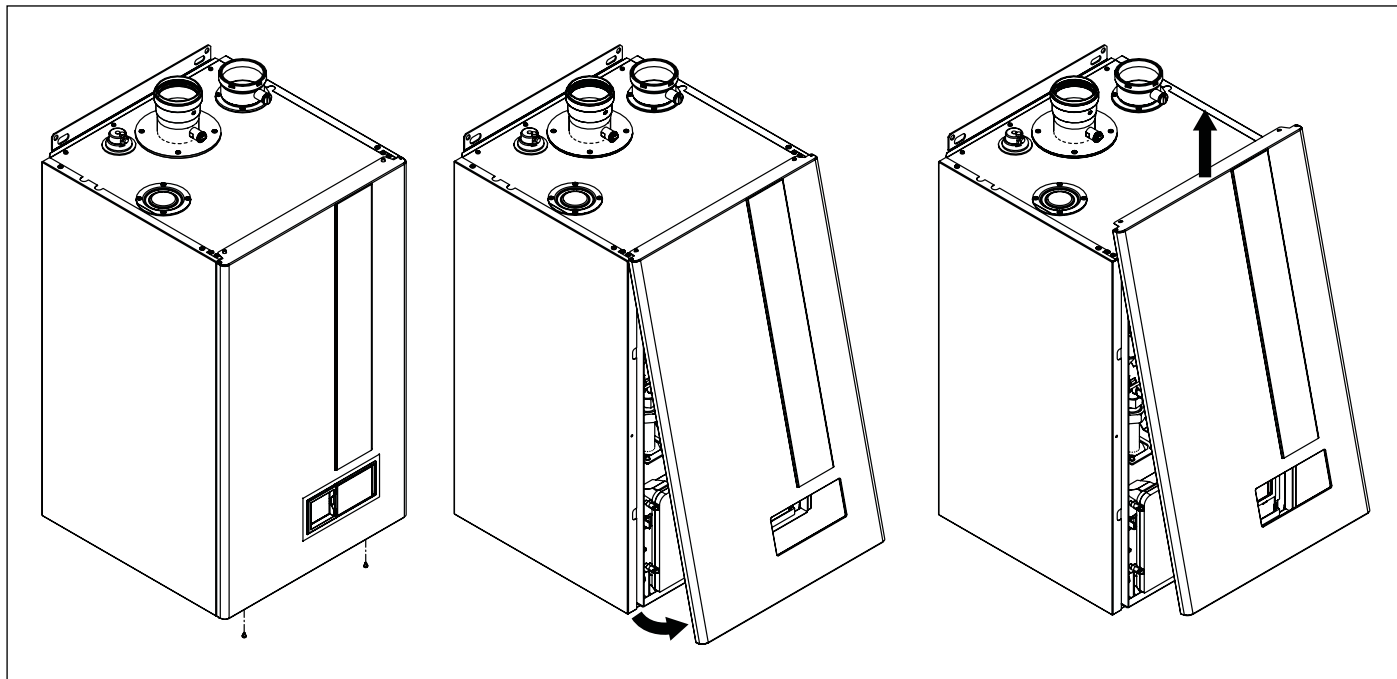

Fig. 31 Deschidere carcasă
- Scoateți carcasa frontală a cazanului (consultați Fig. 31 Deschidere carcasă).